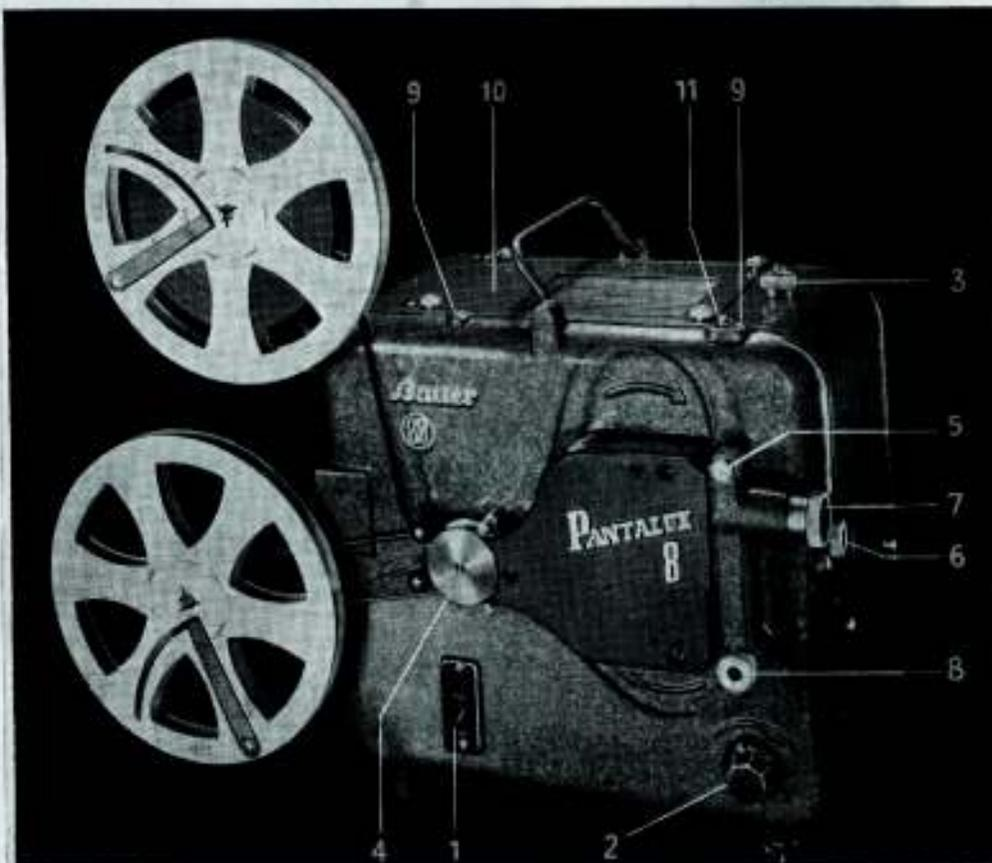
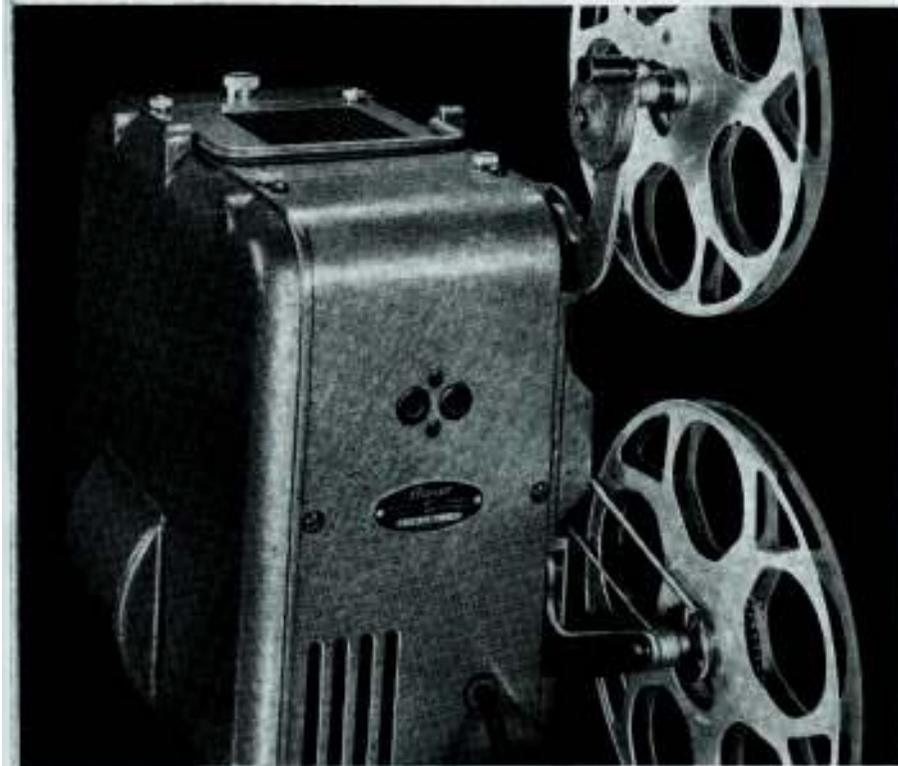

Abb. 1
Abb. 7
Zur Arbeitsbeleuchtung und für die Beleuchtung während der Vorführung kann die auf der Rückseite des Projektors befindliche Steckdose (Abb. 7) benützt werden. Sie führt die gleiche Spannung wie die Netzzuleitung. Eine praktische Arbeitslampe (Liefer-Nr. FGGL 3/1Z) kann in die dafür vorgesehene Haltebuchse (Abb. 1/11) eingesteckt und durch die vorgenannte Steckdose gespeist werden.
Vor dem Einlegen des Films ist es zweckmäßig, den Schalter (Abb. 1/1) einzuschalten und bei halb aufgedrehtem Geschwindigkeitsregler (Abb. 1/2) den Pro-
jektor auf die Bildwand auszurichten. Zur Höhenverstellung dient die Randelschraube (Abb. 1/3). Nach diesen Vorbereitungen kann der Film in die Filmführungsteile eingelegt werden.
Die Spule mit dem vorführbereiten Film wird so auf die obere Achse gesteckt, daß die Perforationslöcher dem Vorführenden zugekehrt sind, sie liegen dann richtig zu den Zähnen der Transportrolle (Abb. 1/4).
1. Film unterhalb der oberen Laufrollen unter leichtem Krümmen des Bandes auf die Transportrolle (Abb. 1/4) auflegen. Die Zähne der Transportrolle halten das richtig eingelegte Band fest.
2. Nach einer Schleife gemäß der Markierung an der Frontplatte des Geräts das frei hängende Band in die Filmführung einlegen. Die Filmtüre kann durch Herausziehen des Rastknopfs (Abb. 1/5) nach vorn geöffnet werden und wird nach dem Einlegen des Films durch leichten Druck nach links wieder geschlossen.
3. Gemäß der Markierung unter dem Greiferkasten wird das Band unter Bildung einer Schleife dem unteren Rand der Transportrolle zugeführt und über den beiden unteren Laufrollen an den unteren Rand der Transportrolle (Abb. 1/4) angelegt.
5. Durch Drehen am Handdrehknopf (Abb. 1/6) kann geprüft werden, ob der Film richtig eingelegt wurde.
Nun kann die Vorführung beginnen. Dazu ist lediglich notwendig, den Schalter (Abb. 1/1) nach unten zu drücken. Durch Nachregulieren am Geschwindigkeitsregler (Abb. 1/2) wird die Ablaufgeschwindigkeit des Geräts den Bedürfnissen des Films angepaßt. Durch Drehen an der Rändelung des Objektivs (Abb. 1/7) stellt man das Bild auf Schärfe ein. Falls sich die waagrechten Bildränder nicht mit der Umrandung decken, muß das Bild mit dem Drehknopf (Abb. 1/8) im Bildfenster nach oben oder unten verschoben werden. (Bildverstellung.) Nach dem Ablauf des Films wird der Schalter ausgeschaltet.
Der Motor bedarf keiner Schmierung. Das Gerät besitzt 2 rotmarkierte Ölstellen am oberen Rand der Frontplatte (Abb. 1/9) und je eine Ölstelle am Lager der oberen und der unteren Spulenachse und an der Rückwickelkurbel. Es ist zweckmäßig, nach jeweils 10 Betriebsstunden einen Tropfen Öl in die Ölstellen zu geben. Überflüssiges Öl muß abgewischt werden. Die der Filmführung dienenden Teile müssen auf alle Fälle ölfrei sein, da sonst der Film verschmutzt wird.
Alle Teile der Filmführung müssen öl- und staubfrei gehalten werden. Besondere Aufmerksamkeit ist der Sauberhaltung der Filmbahn zu schenken. Um auch die Filmbahn bequem reinigen zu können, kann die Filmtüre weit geöffnet werden, wenn man den Rastknopf (Abb. 1/5) bei halb geöffneter Filmtüre noch einmal herauszieht und ihn zusammen mit der Tür nach rechts unten bewegt.
Für die Projektionsbeleuchtung dient eine Röhrenlampe 500 W 110 V mit Doppelwendel und Spezial-Kinsockel. Die Lampe ist nach Entfernen des Deckels (Abb. 1/10) am Gerät oben zugänglich. Durch leichten Druck nach unten und gleichzeitiges Drehen nach links wird die Lampe aus der Fassung herausgenommen. Die neue Lampe wird in die Fassung eingeschoben, nach unten gedrückt und gleichzeitig nach rechts gedreht. Die Wendelfläche muß parallel zur Kondensorfassung